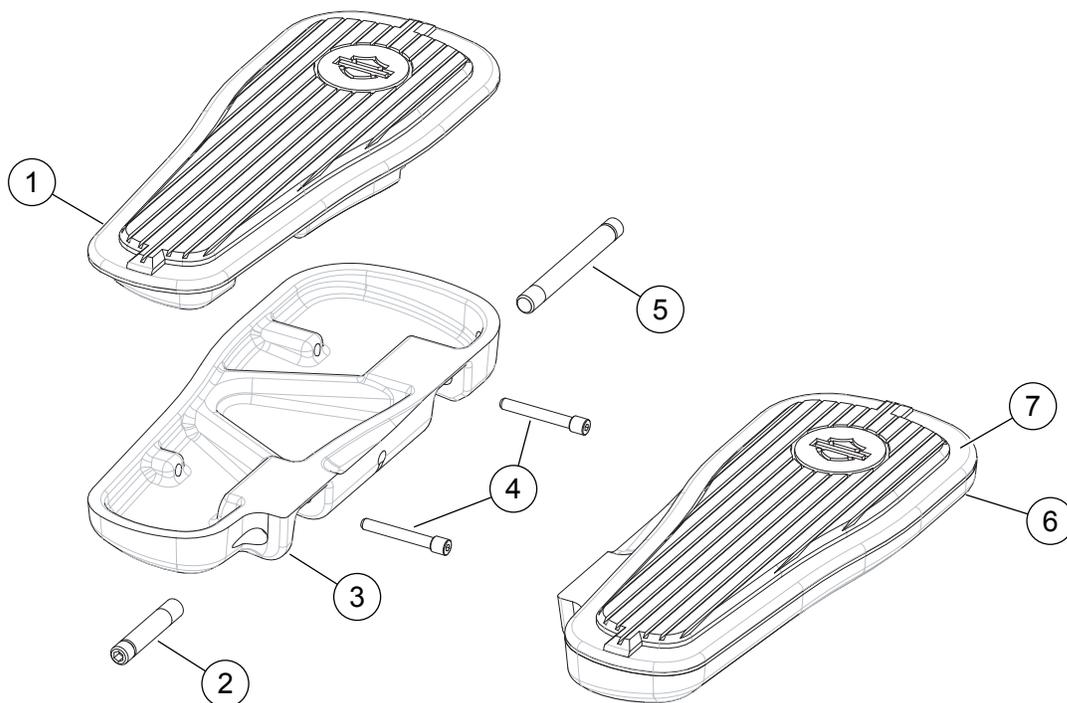

Abbildung 2. Ersatzteile: Soziustrittbrettsatz
Siehe Abbildung 2 für Inhalt des Satzes.
2. Siehe Abbildung 2 >. Den Trittbrettbelag (1) auf der Fußraste (3) platzieren und die Einsatz-Befestigungsstifte (4) einfädeln.